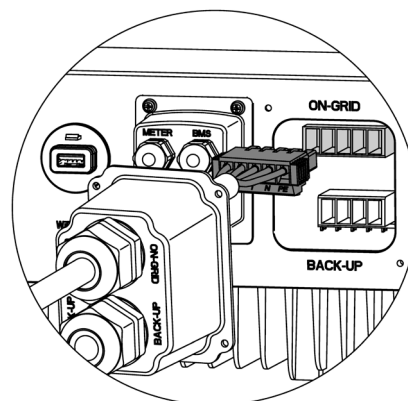

Fig. 38. Conexión AC ON-GRID.
7. Conectar el conector AC ON-GRID al terminal AC ON-GRID del inversor, tal como se muestra en la siguiente Fig. 38.